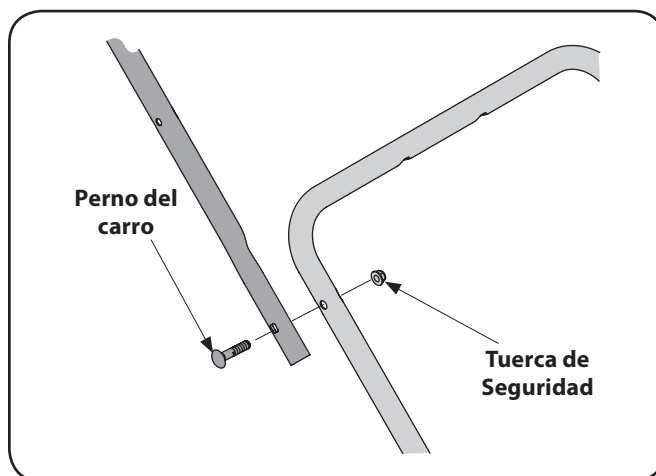

Figura 3-10
2. Asegure la manija superior a la manija inferior usando los 1.50 " pernos del carro y las tuercas de seguridad (1/2 pulg. llave de tubo). Vea Figura 3-10.